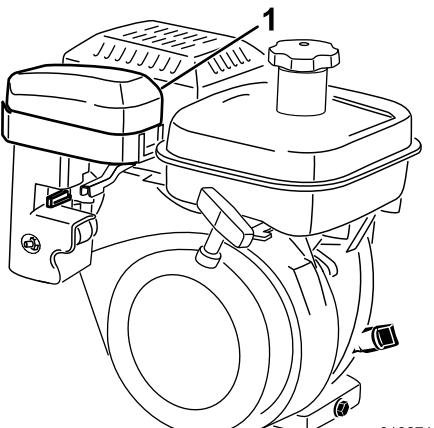
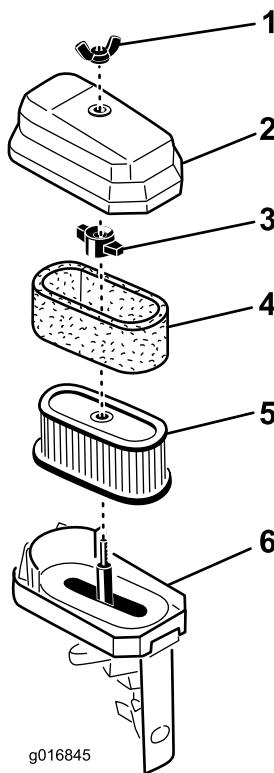

Bild 32
Bild 33
3. Reinigen Sie die Abdeckung gründlich (Bild 32 und Bild 33).
4. Nehmen Sie einen verschmutzten Schaumeinsatz vorsichtig vom Papiereinsatz ab (Bild 33). Reinigen Sie ihn gründlich.